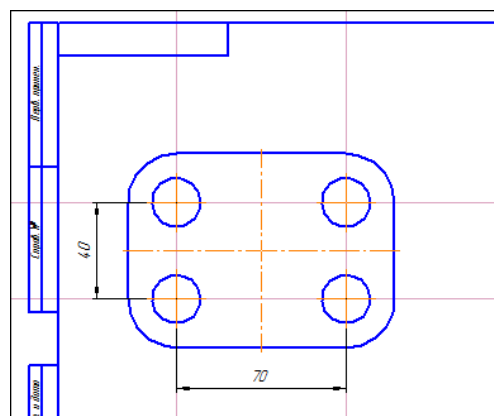

Рис.4
6) С помощью команды *Ввод окружности* с диаметром 20 мм на Инструментальной панели постройте левую верхнюю окружность с осями симметрии и центром в верхней левой точке пересечения вспомогательных прямых (рис.4).